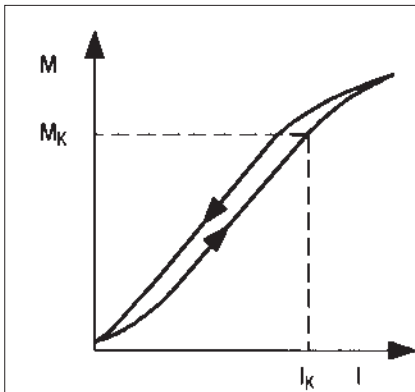

Fig. 2
magneta-Magnetpulverkupplungen Typ 14.502 sind so aufgebaut, daß die Erregerspule im sich drehenden Außenrotor liegt. Zur Stromzuführung benötigt man deshalb Schleifringe. Der Antrieb erfolgt vorzugsweise über den Außenrotor. Zur Verbindung mit dem antreibenden Element sind im Außenrotor in axialer Richtung ausreichend Gewindebohrungen vorhanden. Der Abtrieb erfolgt über den Innenrotor, dessen Hohlwelle mit Paßfedernut versehen ist. An- und Abtrieb können auch umgekehrt erfolgen. Fig. 2 zeigt den Kraftfluß.
The excitation coil of magneta's magnetic particle clutch type 14.502 is installed into the rotating external rotor. For the power supply slip rings are required. Preferably the input operates through the external rotor. For connection to the driving element the external rotor is equipped with sufficiently threaded bores that are axially oriented. The internal rotor provides the output. The hollow shaft has a keyway. The input can be used as an output and vice versa. Figure 2 shows the torque transmission.
Les embrayages à poudre magnétique magneta type 14.502 sont conçus de manière à ce que la bobine d'excitation se trouve dans le rotor extérieur tournant sur lui-même. Pour l'apport de courant, il faut des bagues collectrices. L'entraînement se fait de préférence du rotor extérieur. Pour le raccordement avec l'élément entraînant, des filetages existent en nombre suffisant dans le rotor extérieur sens axial. La réduction se fait par l'intermédiaire du rotor intérieur dont l'arbre creux est pourvu d'une rainure de clavette. L'entraînement et la réduction peuvent se faire dans l'ordre inverse. La fig. 2 montre le flux des forces.
- M linear über dem Erregerstrom einstellbar (Fig. 2)
- M linear adjustable through field current (fig. 2)
- M réglable linéairement via le courant d'excitation (fig. 2)